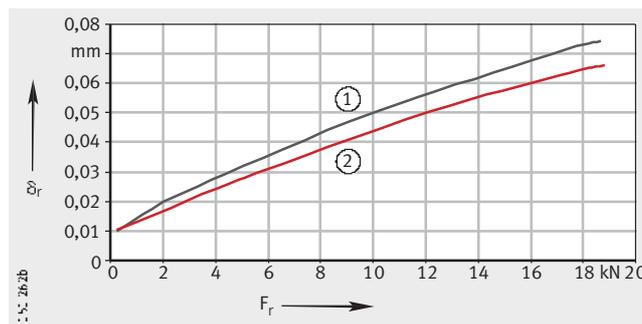

Bild 6
- Höhere Steifigkeit im Außenring-Kontakt, *Bild 6*.
Stützrolle NUTR15, radiale Einfederung vom Außenring und Wälzkörpersatz, Bild 6.